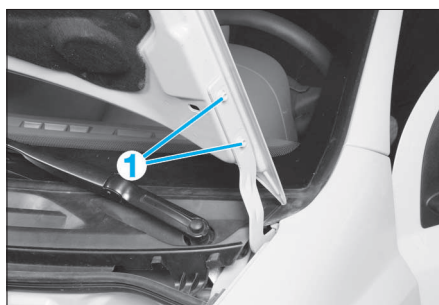

FIG. 16
- Déposer les vis de fixation (1) (Fig.16).